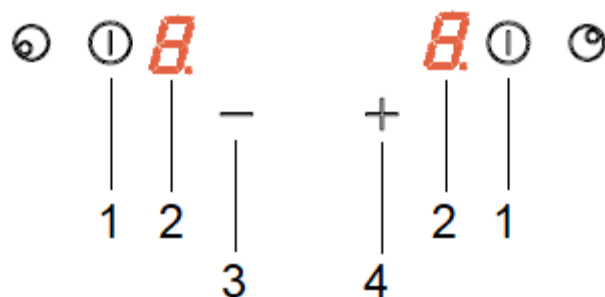

Рис. 6
1. Чтобы включить варочную поверхность, необходимо нажать кнопку (1) (рис. 6) [ON/OFF] на 1 секунду. Прозвучит короткий звуковой сигнал, на дисплее соответствующей конфорки загорится индикатор «0».
2. Теперь Вы можете настроить желаемую степень мощности нагрева с помощью сенсорных кнопок (3) [-] «минус» и (4) [+] «плюс» (рис. 6).
Для блокировки варочной поверхности необходимо одновременно нажать два сенсора (3) [-] «минус» и (4) [+] «плюс» (рис. 6) и держать до тех пор, пока на дисплее не появятся две буквы «L». В конце нажатия на сенсоры прозвучит короткий одиночный звуковой сигнал.